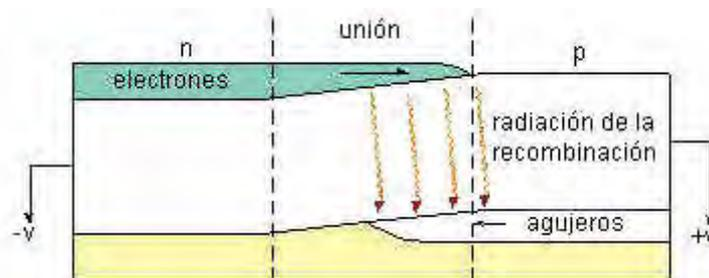

Figura 6.23: Bandas de energía de una unión p-n cuando se le aplica un voltaje positivo
1. *Voltaje positivo o hacia adelante* - significa que el polo negativo del voltaje es aplicado a la cara "n" de la unión, y el polo positivo a la cara "p", como se muestra en la figura 6.23: